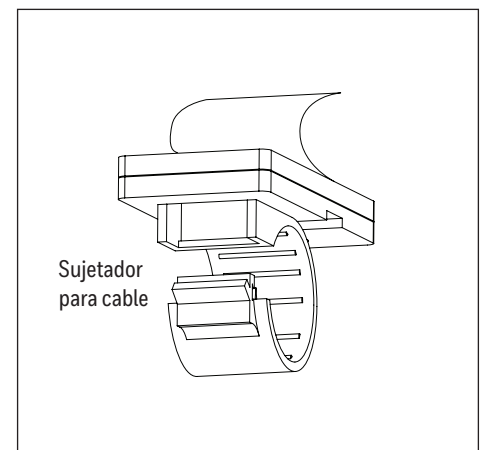

Figura 1.6
6. Use sujetadores para cable para asegurar el cable de alimentación del ventilador al techo en una ruta hacia el tomacorriente. Despegue el refuerzo de la cinta adhesiva de doble faz preensamblada en la parte posterior de cada sujetador para cable (Figura 1.6).